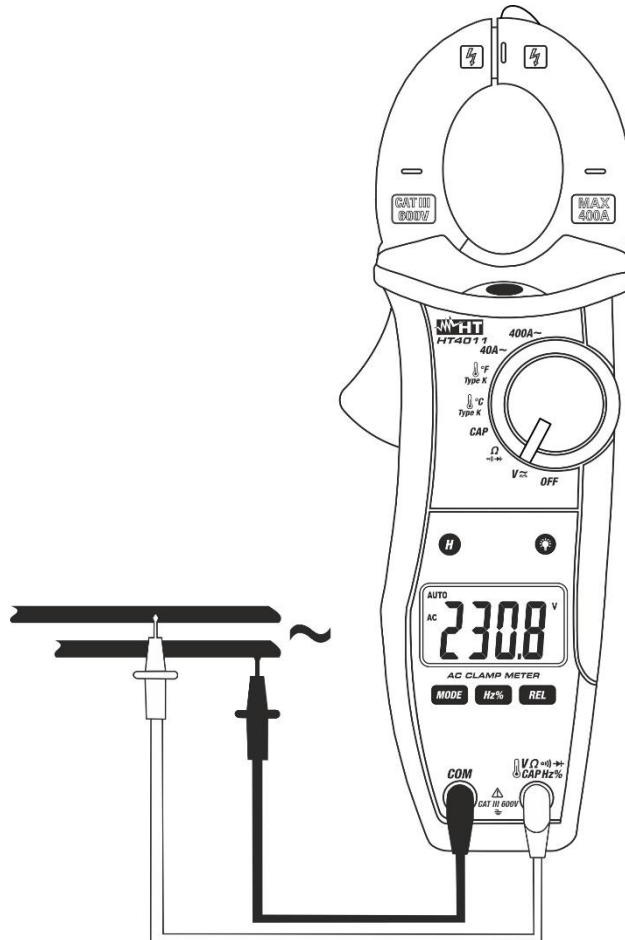

Fig. 4: Uso da pinça na medição de Tensões CA
5. Colocar as ponteiros nos pontos pretendidos do circuito em exame (Fig. 4). O valor da tensão é apresentado no display.